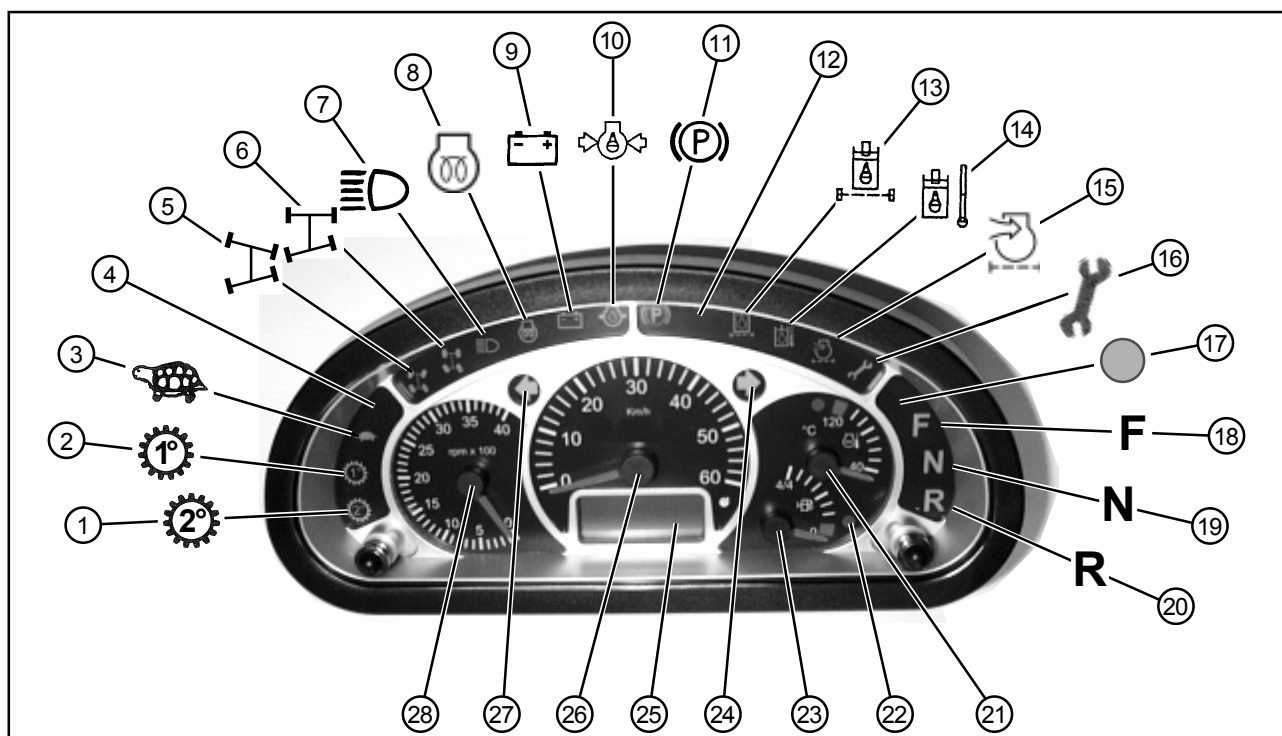

Fig. 4-14
- 1 - Multifunktionspanel (se kapitel 4.4.1 fig. 4-14)
- 2 - Vippekontakt til rotorblink (SU)